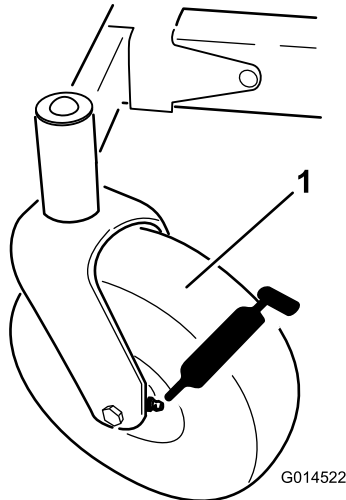
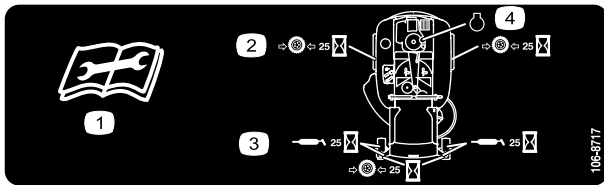

Figura 26
Figura 27
3. Limpie con un trapo los puntos de engrase (Figura 26) y (Figura 27).
4. Conecte una pistola de engrasar a cada punto de engrase (Figura 26 y Figura 27).